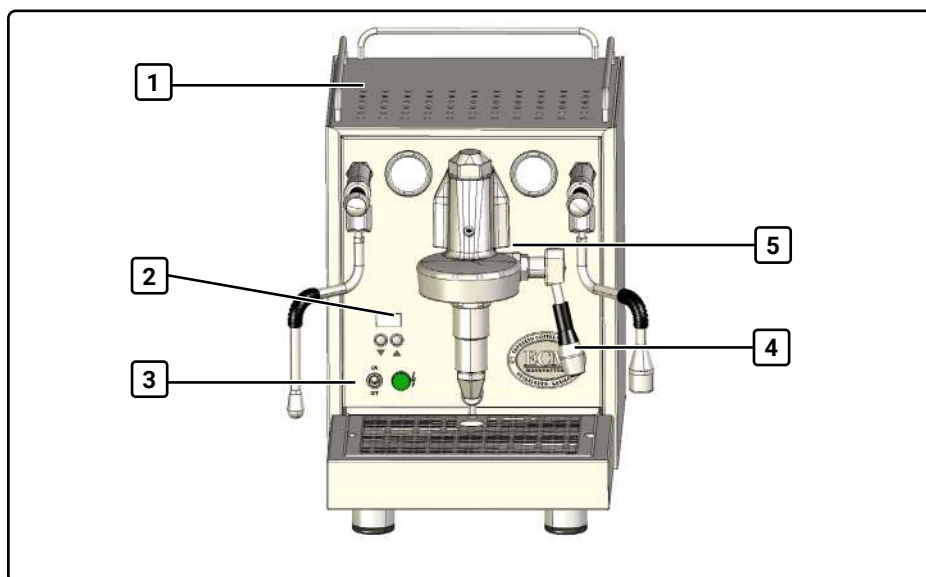

Fig. 8 Illustration de la face avant
1. Retirez le plateau à tasses (1, Fig. 8), puis retirez le réservoir d'eau et nettoyez-le soigneusement (voir chapitre 11.5, « Nettoyage du réservoir d'eau »).
5. Mettez la machine en marche à l'aide de l'interrupteur marche/arrêt (3, Fig. 8).
6. Placez un grand récipient sous le groupe de percolation (5, Fig. 8). L'ouverture du récipient doit être au moins aussi grande que celle du groupe de percolation.
7. Amenez le levier de percolation (4, Fig. 8) en position de production (voir chapitre 5.2.2, « Leviers de commande ») et prélevez environ 500 ml via le groupe de percolation.
2. Mettez la machine en marche à l'aide de l'interrupteur marche/arrêt (3, Fig. 8).
3. Placez un grand récipient sous le groupe de percolation (5, Fig. 8). L'ouverture du récipient doit être au moins aussi grande que celle du groupe de percolation.
4. Amenez le levier de percolation (4, Fig. 8) en position de production (voir chapitre 5.2.2, « Leviers de commande ») et prélevez environ 500 ml via le groupe de percolation.